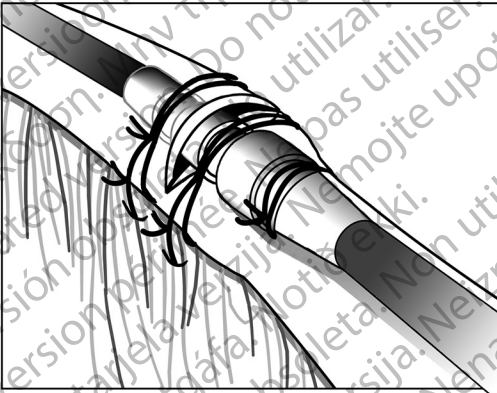

Abbildung 12. Beispiel einer Nahtmanschette, Implantation über eine Vene
3. Verwenden Sie dieselbe Rille, um die Elektrode und die Vene an der benachbarten Faszie (Abbildung 12 Beispiel einer Nahtmanschette, Implantation über eine Vene auf Seite 32) zu fixieren.